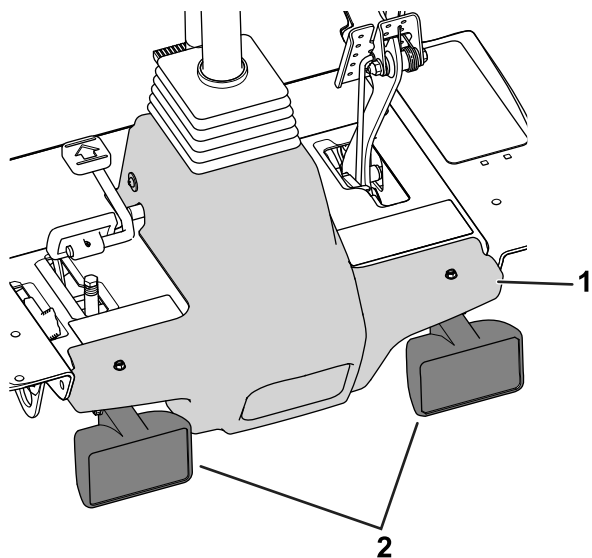

Figure 1
1. Débranchez les connecteurs des phares montés sur le carénage et retirez les fixations qui retiennent le carénage de la plateforme sur le cadre de la machine (Figure 1).